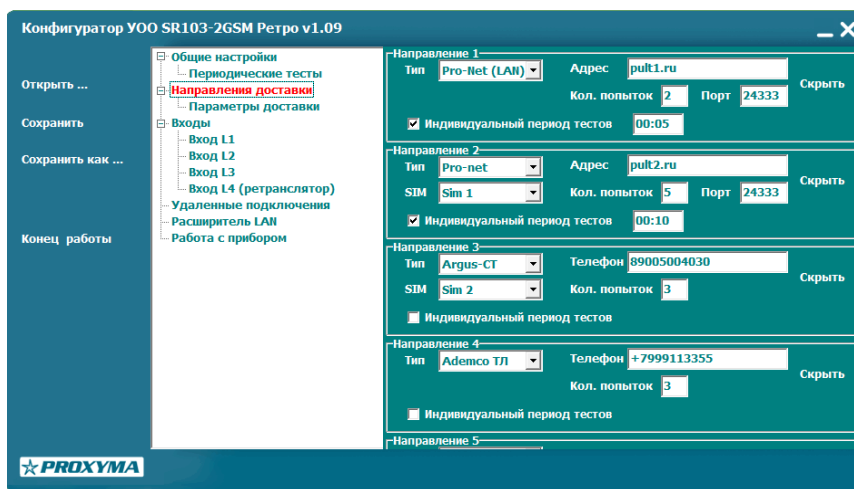

Рис. 7. Экран настроек направлений доставки.
3.3.1 УОО может использовать до 6 направлений доставки извещений с номерами 1-6, резервирующих друг друга. Самый высокий приоритет имеет НД1, приоритет убывает с ростом номера НД. На рис. 7 показан экран конфигурирования направлений доставки.